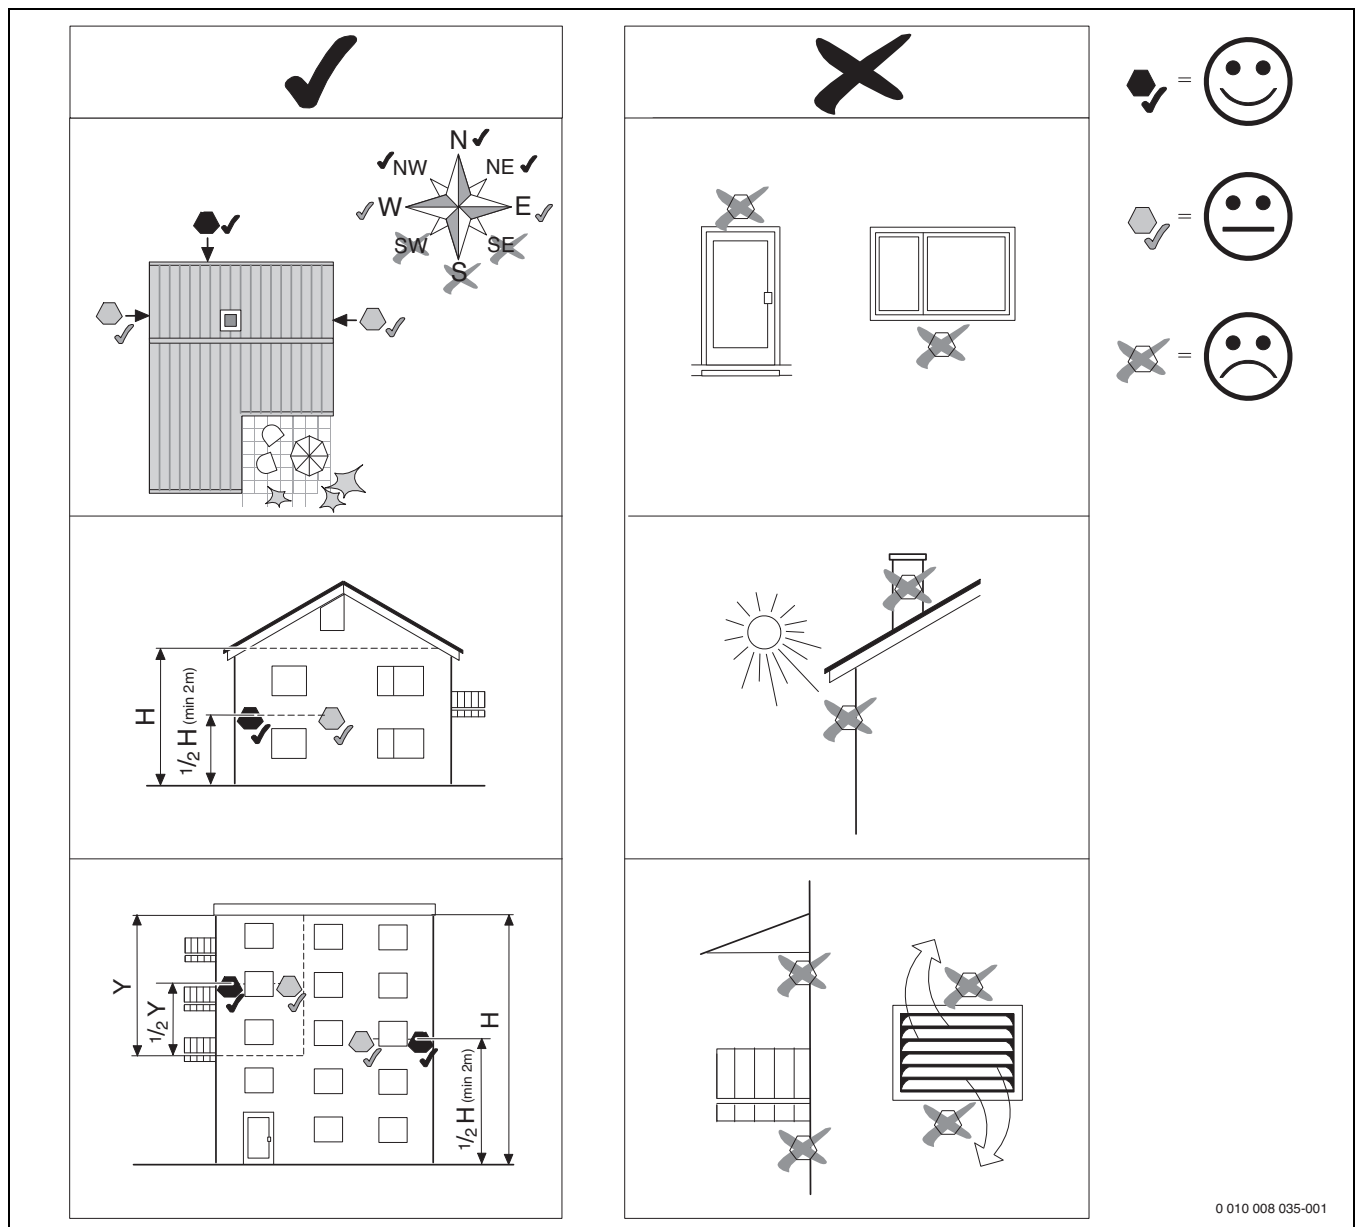

Рис. 7 Установка датчика наружной температуры
► Установите датчик наружной температуры как показано на рис. 7.